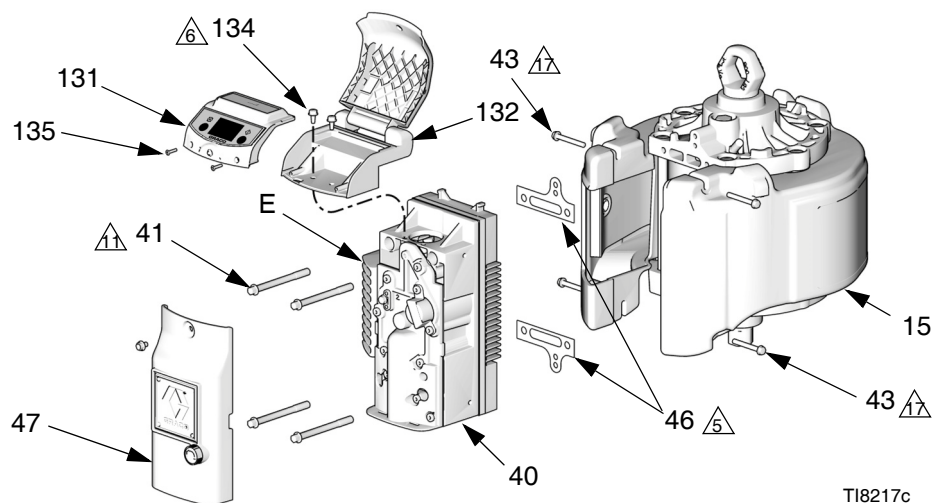

FIG. 9. Demontera luftventilen (modellen som visas är försedd med DataTrak-modul)
4. Se FIG. 9. Ta bort yttre ventilkåpan (47).
- a. **DataTrak Modeller:** Skruva bort de två skruvarna (135). Ta försiktigt bort DataTrak-modulen (131), se sidan 14. Koppla loss rusningsventilen och givarkablagen från modulkortet. Skruva ur de två skruvarna (134) och dra försiktigt av kåpan (132) från luftventilen.
7. Se FIG. 9, sida 21. Smörj in packningarna (46) och passa in dem mot hålen bak på luftventilen (40). Montera luftventilen. Skruva i skruvarna (41) och dra åt till moment 27,1 N•m (20 ft-lb). Skruva i skruvarna (43) för hand och dra sedan åt dem helt mot ljuddämparen (15).